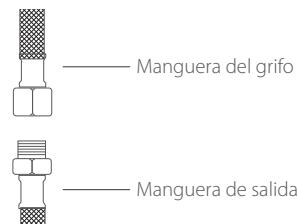

Figura 6
2. Si la manguera del grifo es de 1/2", conéctela primero con un convertidor nº 2. (Figura 6)